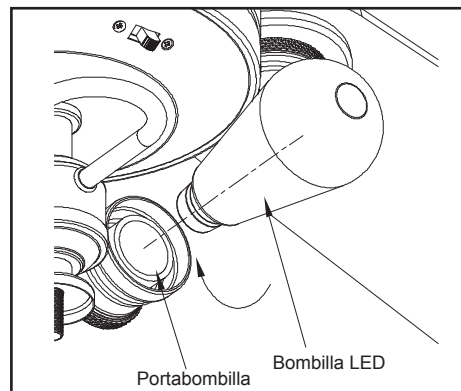

Figura 17
5. Con la electricidad apagada, instala las dos bombillas LED (incluidas) en los portabombillas. (Figura 17)